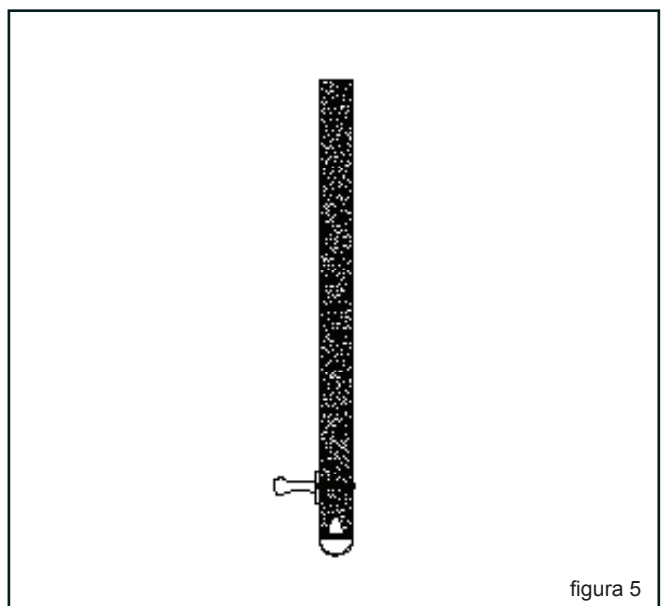

figura 5
5. Coloque los tornillos autorroscantes en los orificios de la manija atravesando el panel y ponga la tuerca de ajuste (figura 5).